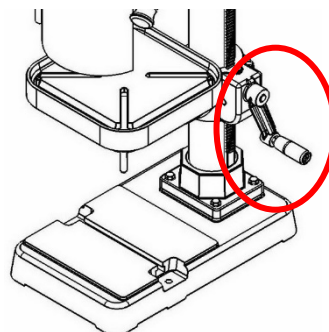

Abbildung 20
- (2) Schwenken Sie dann den Tischgriff in die richtige Position. (**Abbildung 20**)